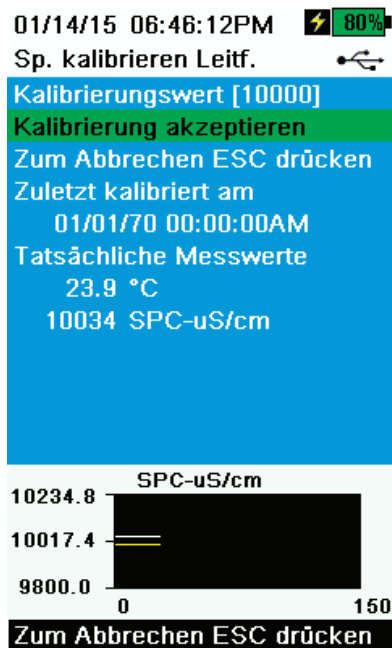

Abbildung 45 Kalibrierung des spezifischen elektrischen Leitwertes
8. Beobachten Sie die aktuellen Messwertanzeigen hinsichtlich Stabilität (weiße Linie in der Graphik zeigt für 40 Sekunden keine bedeutende Änderung) und wählen Sie dann **Accept Calibration (Kalibrierung annehmen) aus** (Abbildung 45). Im Bereich Sofortnachrichten erscheint „Calibration Successful (Kalibrierung erfolgreich)!“.